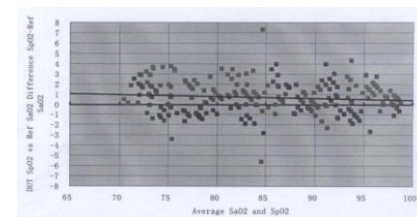

Figura 3 Trama de Bland-Altman
5. **Precisión de medición:** ±2% en etapa de 70%-100% SpO2, y sin sentido cuando el escenario es más pequeño que 70%. ±2 bpm ó ±2% (seleccionar mayor) para frecuencia de pulso Ensayo clínico: diagrama de regresión de SpO2 y gráfico de Bland-Altman, consulte la figura 2 y la figura 3.